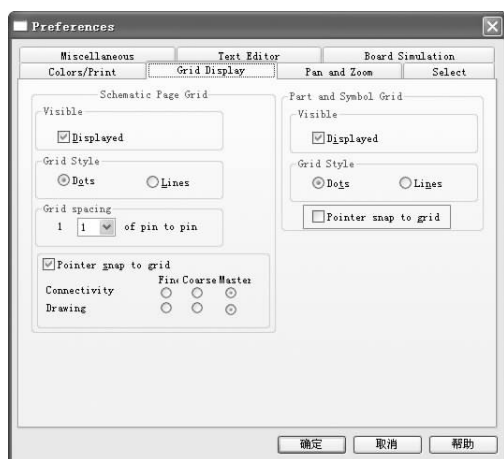

图 6-215 “Grid Reference (网格属性)”对话框
4) 设置栅格。选择菜单栏中的“Options (选项)”→“Preferences (优先设置)”命令，系统将弹出“Preferences (优先设置)”对话框，选择“Grid Display (网格属性)”选项卡，取消勾选“Pointer snap to grid (捕捉栅格)”复选框，如图 6-215 所示，取消栅格捕捉。